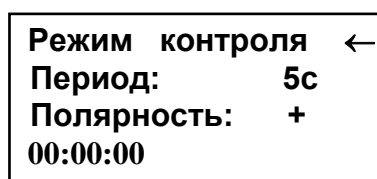

Рис.2
6.4. Подключить сетевой кабель к разъёму на задней панели и к сетевой розетке 220В; 50Гц. Включить испытательный генератор переключателем «СЕТЬ». При этом на дисплее должен появиться текст как на рис.2. Если на дисплее возникла надпись «**НЕПРАВИЛЬНОЕ ПОДКЛЮЧЕНИЕ!**», следует выключить генератор и перевернуть сетевую вилку в розетке. Если эта же надпись появилась при повторном включении, необходимо проверить наличие и исправность заземления.
7.1. После включения генератора переключателем «**СЕТЬ**» на дисплее появляется текст и курсор в виде стрелки в верхней строке (см. рис.2). По включению генератор устанавливается в режим контроля параметров выходных импульсов (см. п.7.3). При вставлении электронной карты в предназначенный для этого разъем, генератор переводится в режим испытаний (см. п.7.2).